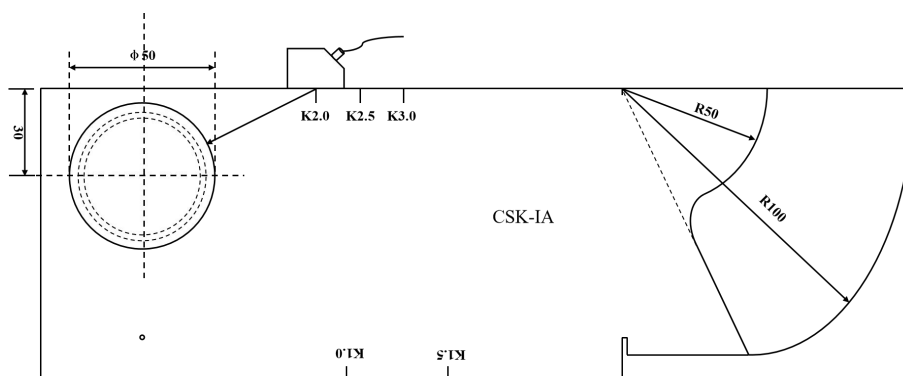

图 4.3 斜探头 K 值校准时探头放置区域
①在完成斜探头校准的第⑥步后（详见第 4.1.2.1 节），不退出自动调校功能，功能状态栏直接点击【探头 K 值】，仪器弹出 K 值校准参数设置窗口；
②用户根据 CSK-IA 试块参数，输入孔径值（50mm）、孔深值（30mm），点击【取消】，则退出 K 值校准；点击【开始校准】，则进入 K 值自动校准状态；
③将斜探头移动至 CSK-IA 试块的上表面的 K 值校准区域，如图 4.3 所示；
④微调斜探头，直到找到  $\phi 50$  孔径的最高回波位置并保持不动，此时功能状态栏中的 K 值会根据探头位置实时更新；
⑤点击【K 值校准完成】，仪器自动保存 K 值数据，退出该功能；用户可进入参数设置界面查看 K 值。